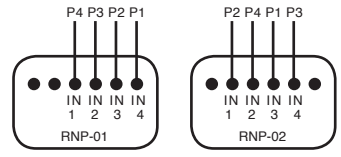

Fig. 1
- Numeracje przycisków dla nadajników RNP-01/RNP-02 przedstawia Rys.1 – programowanie jak dla P-257/4 i RNK-04